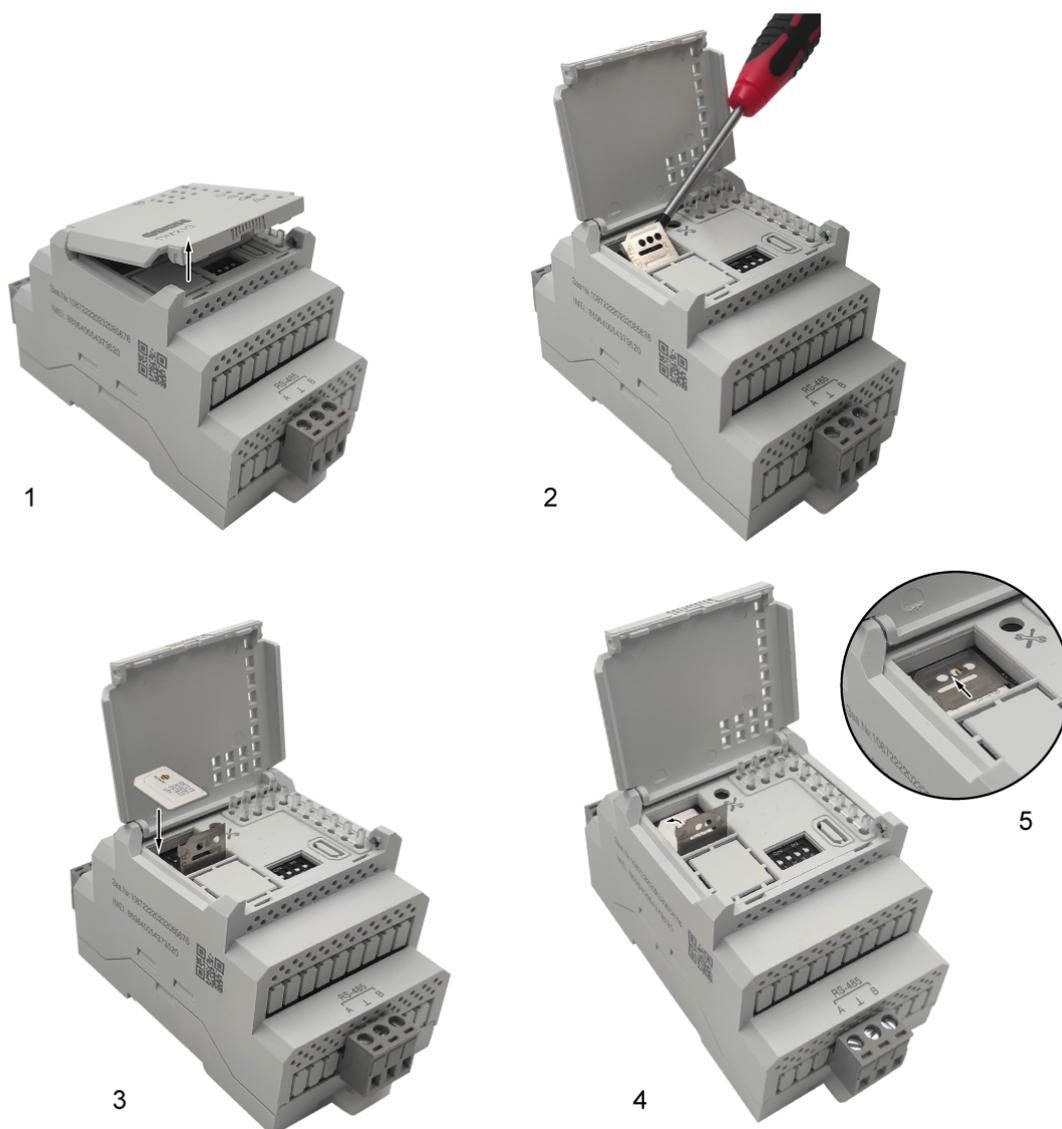

Рисунок 7.3 – Открытие крышки
2. Подцепив рифленую зону, открыть крышку (см. рисунок 7.3, 1).
3. Сдвинуть рамку разъема SIM-карты по стрелке  (см. рисунок 7.3, 2). Поднять рамку.
4. Установить SIM-карту в разъем контактами вниз и скошенным углом «от себя» (см. рисунок 7.3, 3).
5. Опустить рамку (см. рисунок 7.3, 4).
6. Сдвинуть рамку, обеспечив плотную фиксацию SIM-карты в разъеме (см. рисунок 7.3, 5).